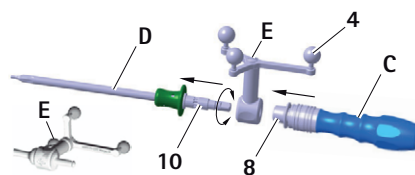

Fig. 8 Montar a unidade em estrela de referência ("calibragem com ICM 4") e o punho S⁴C (FW067R ou FW165R) na chave de parafusos S⁴C
- ▶ Soltar a manga de bloqueio 8, ver Fig. 8.